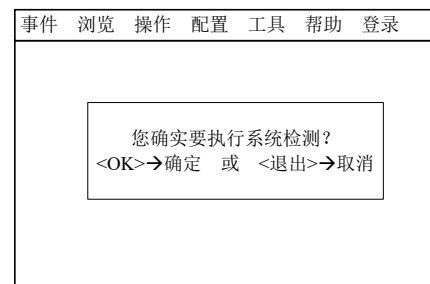

图 21-3
- 按“→”键选择“工具”子菜单（图 21-2），然后按“↓”键选择“系统检测”，然后按“OK”键，确认系统检测窗口显示（图 21-3），再按“OK”键系统即开始执行检查。